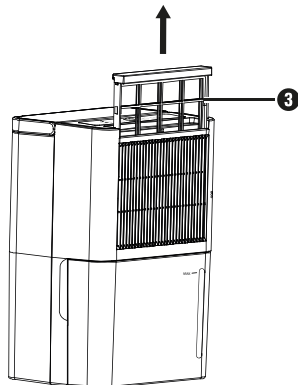

Bild 6
- ◆ Stäng av produkten och dra ut kontakten ⑫ ur eluttaget.
- ◆ Luftfiltret ③ sitter bakom luftinsläppsgallret ②. Ta tag med fingrarna i luftfiltrets ③ greppkant och dra det uppåt, ut ur produkten (se bild 6).